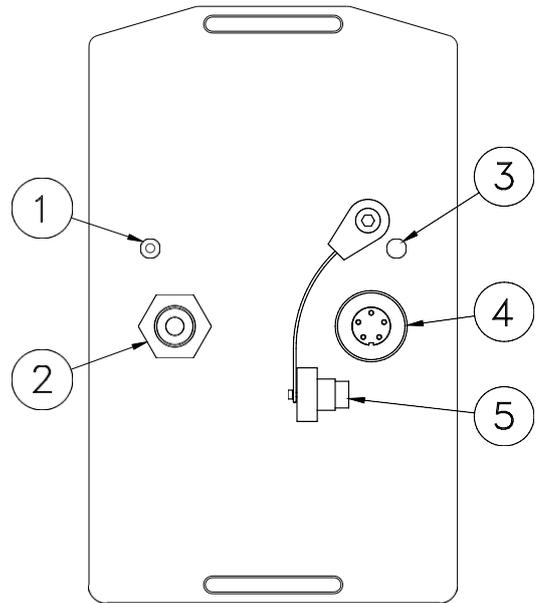
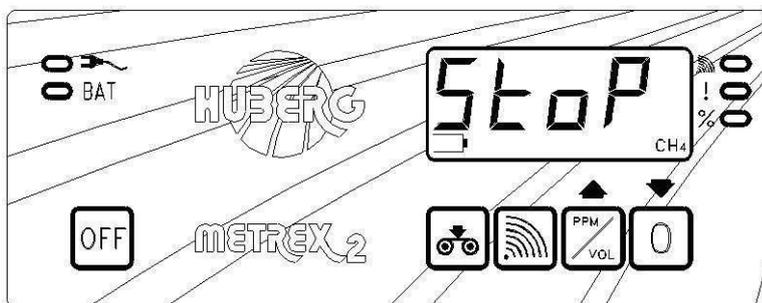

fig. 2 (ci-contre)
fig. 22
Pour recharger les batteries, utilisez exclusivement le chargeur HUBERG fourni avec le METREX 2. Assurez-vous que l'instrument est éteint ; si ce n'est pas le cas, éteignez-le. Branchez le chargeur sur une prise 220 V et insérez la fiche dans la prise du METREX 2 (4) (voir fig. 2). L'instrument reconnaît la connexion et passe automatiquement en mode recharge, même éteint. Pendant la recharge, la tension de charge s'affiche à l'écran (fig. 22).
L'état de la batterie est toujours affiché en bas à gauche de l'écran. L'instrument surveille automatiquement la tension de la batterie et, lorsque celle-ci est presque vide, l'icône « Empty » (= Vide) apparaît. L'état « Low battery » (= Batterie faible) garantit le fonctionnement de l'appareil pendant 10 minutes. Passé ce délai, le Metrex 2 s'arrête et l'indication STOP (fig. 22) s'affiche. L'appareil doit être rechargé avec le chargeur fourni. **La charge de la batterie doit être effectuée dans une zone sûre (non ATEX).**